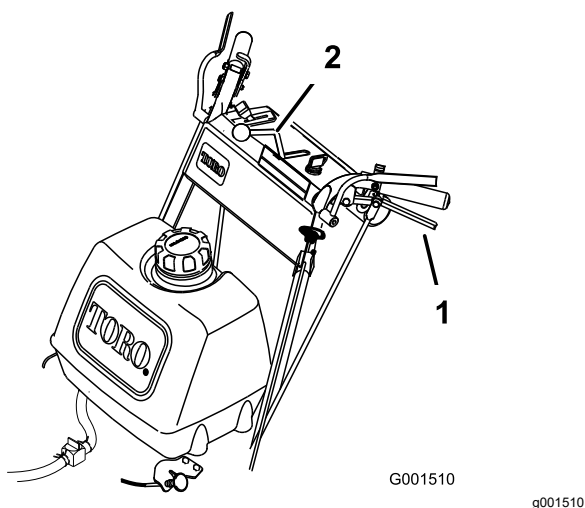

Figura 11
4. Lasciate andare lentamente le leve della trazione per avanzare (Figura 11).
Per procedere dritto, lasciate andare le leve della trazione in modo uguale (Figura 11).
Per svoltare, premete la leva della trazione nella direzione verso cui volete svoltare (Figura 11).
Schiacciate lentamente le leve della trazione contro le stegole per procedere in retromarcia (Figura 11).